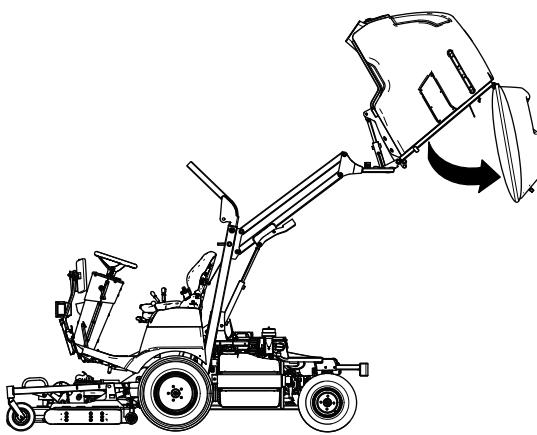

Figura 140
2. Eleve a tremonha (Figura 140) para a posição mais elevada; consulte Elevação da tremonha \(página 31\).
3. Descarregue a tremonha (Figura 140) e deixe-a na posição completamente descarregada, com a porta traseira aberta livremente; consulte Despejamento da tremonha \(página 32\).